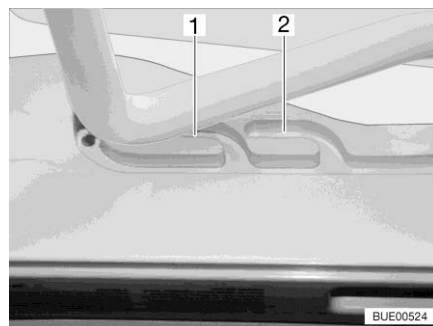
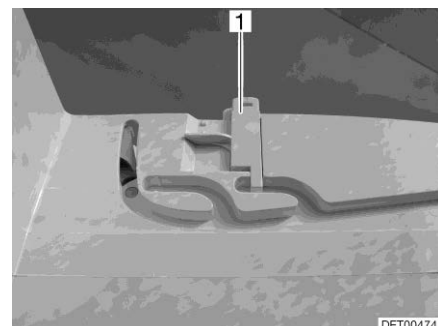

Fig. 121 Glissière (position de ventilation)
Fig. 122 Verrouillage (position de ventilation)
Il est possible d'amener le lanterneau Heki en deux positions de ventilation : Position pour mauvais temps (Fig. 121,1) et position intermédiaire (Fig. 121,2). Selon l'équipement, il est possible de verrouiller le lanterneau en position intermédiaire avec les deux verrous (Fig. 122,1) à gauche et à droite du cadre du lanterneau.
- Pousser légèrement l'étrier vers le haut, le pousser dans la glissière choisie (Fig. 121,1 ou 2) et le verrouiller si nécessaire.